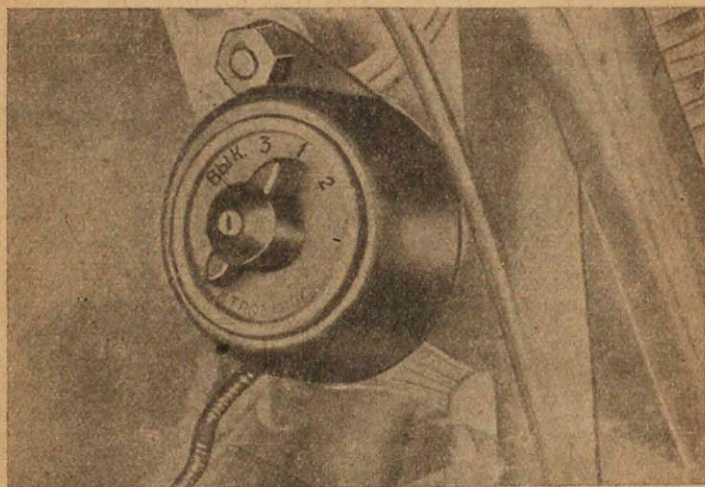

Рис. 30.
Центральный переключатель (5) управляет всей системой электрооборудования, кроме звукового электросигнала. В положении ручки переключателя 1 (рис. 30) включаются большая лампа фары и задний фонарик. В положении 2 включаются стояночный свет фары и задний фонарик. В положении 3 все потребители выключаются (кроме электросигнала), но происходит зарядка батареи аккумуляторов (6).